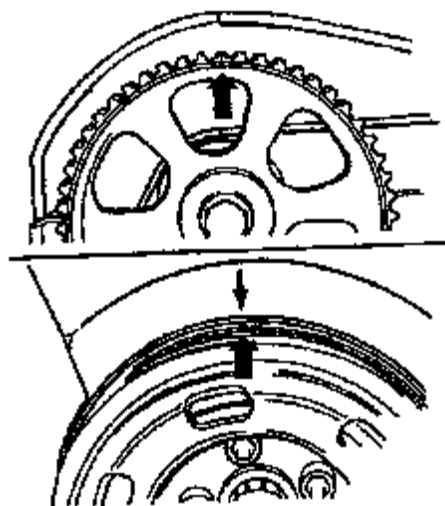

图 4-40 1 缸上止点标记
(1) 拆卸多楔皮带、粘液型风扇耦合器 (带皮带轮) 及齿形皮带护罩 (上体), 用粉笔标出皮带旋转方向。
(2) 通过曲轴齿形皮带轮中心螺栓, 沿曲轴旋转方向盘动曲轴, 使曲轴处于 1 缸上止点标记处, 如图 4-40 所示。